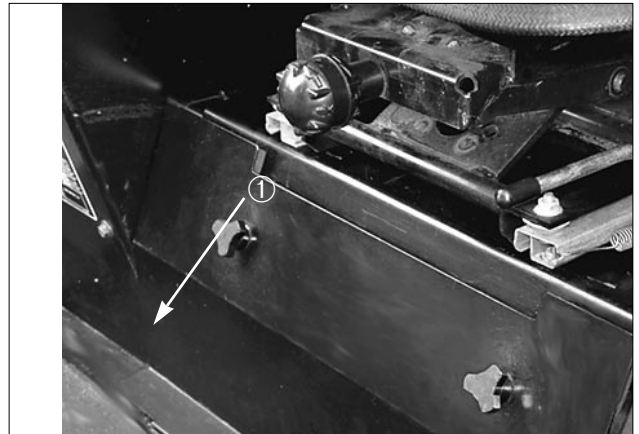

Figure 6
## CONTROLE DU NIVEAU D'HUILE DE L'ESSIEU AVANT (Fig. 6 & 7)
2. Retirer le panneau d'accès (Fig. 6) à l'avant du siège pour exposer l'essieu avant/la jauge.